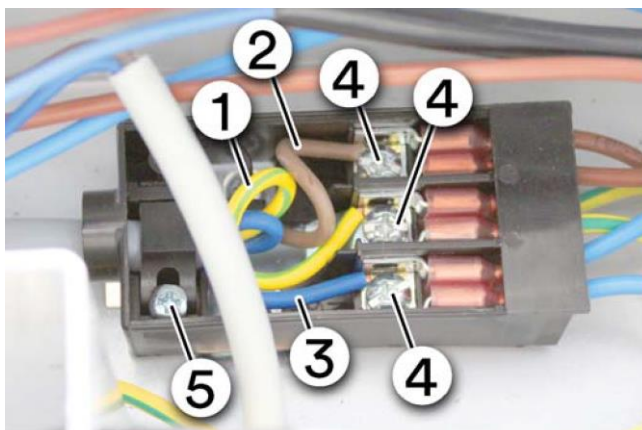

Рис. 14
- ▶ Вставить и затянуть установочный винт разгрузки натяжения сетевого кабеля (рис. 14, поз. 4).